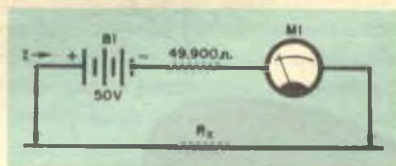

Fig. 9
**Misura delle resistenze** - Sempre lo stesso equipaggio dello strumento può venire utilizzato per misurare resistenze, ma in questo caso richiede un componente in più: una batteria. Consideriamo ancora il nostro strumento da 1 mA, con 100 Ω di resistenza, e colleghiamo una batteria da 50 V in serie ad un filo come indicato in *fig. 9*: nuovamente entra in azione la legge di Ohm. Noi sappiamo che abbiamo a disposizione 50 V nel circuito e che l'equipaggio mobile dello strumento non deve essere sottoposto ad una corrente superiore a 1 mA, perciò noi possiamo immediatamente calcolare un minimo di resistenza che potrà venire incluso nel circuito in modo da limitare la corrente al valore di 1 mA; sarà  $R = E/I$ , ossia  $R = 50/0,001$ , e quindi  $R = 50.000 \Omega$ . Siccome lo strumento stesso ha già una resistenza interna di 100 Ω, noi dovremo aggiungere soltanto una resistenza di 49.900 Ω in serie.